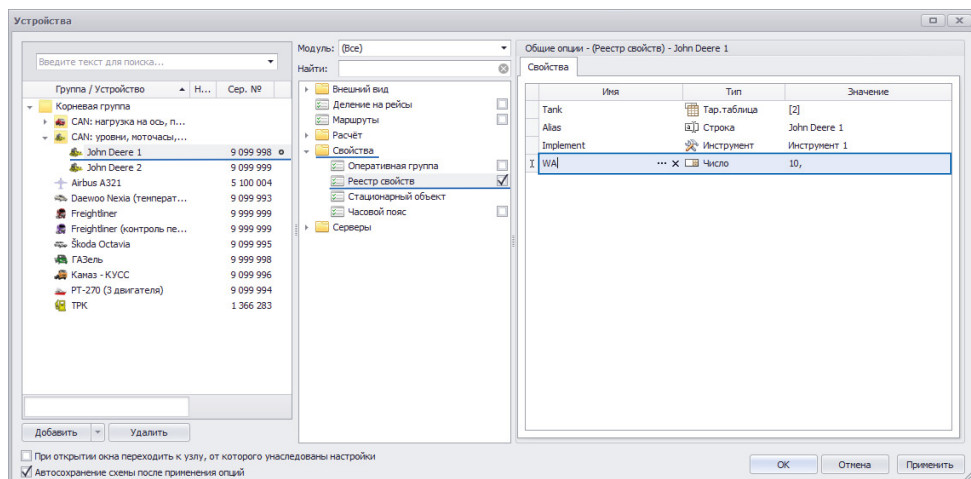

Рис.235. Настройка радиуса рабочей зоны.
- на вкладке «Свойства» в новой строке в поле «Имя» ввести имя свойства, содержащего радиус рабочей зоны, которое было задано на предыдущем этапе настройки (Рис.235). В рассматриваемом примере, это «WA»;
- в поле «Тип» выбрать тип «Число» для свойства «WA» (Рис.235);
- в поле «Значение» ввести числовое значение радиуса рабочей зоны, в метрах (Рис.235);